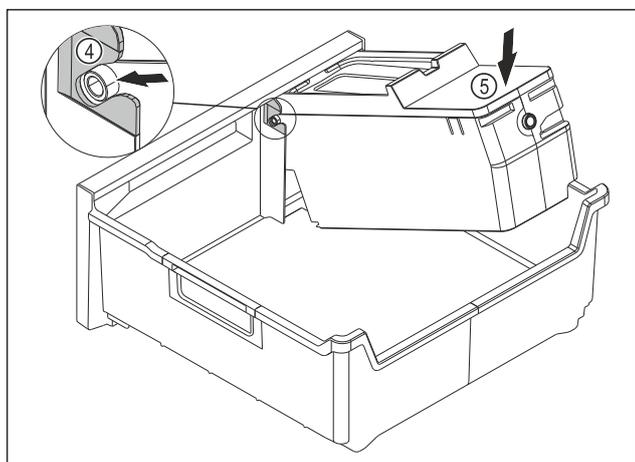

Fig. 140
- ▶ Para montar el cuerpo del EasyTwist-Ice: Inserte los ejes del cuerpo del EasyTwist-Ice en las guías Fig. 140 (4).
- ▶ Presionar el cuerpo del EasyTwist-Ice Fig. 140 (5) en la parte trasera hacia abajo.